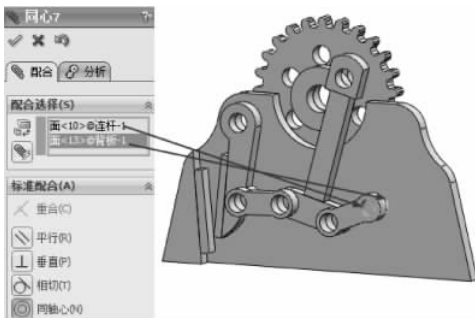

图 3-150 同轴心配合
(13) 选择【标准配合】选项组下的【同轴心】配合类型 , 在【要配合的实体】选择框  中选择如图 3-150 所示的面, 其他保持默认, 单击【确定】按钮 , 完成同轴心配合。